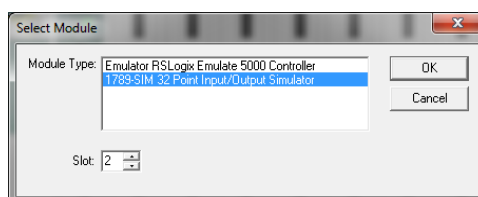

Figura 12: Ventana para seleccionar el "17-89 SIM 32 Point Input/Output Simulator"
- En la Figura 12 se muestra el “Chassis Monitor” con el controlador y el módulo de entradas y salidas agregados donde previamente han sido configurados.